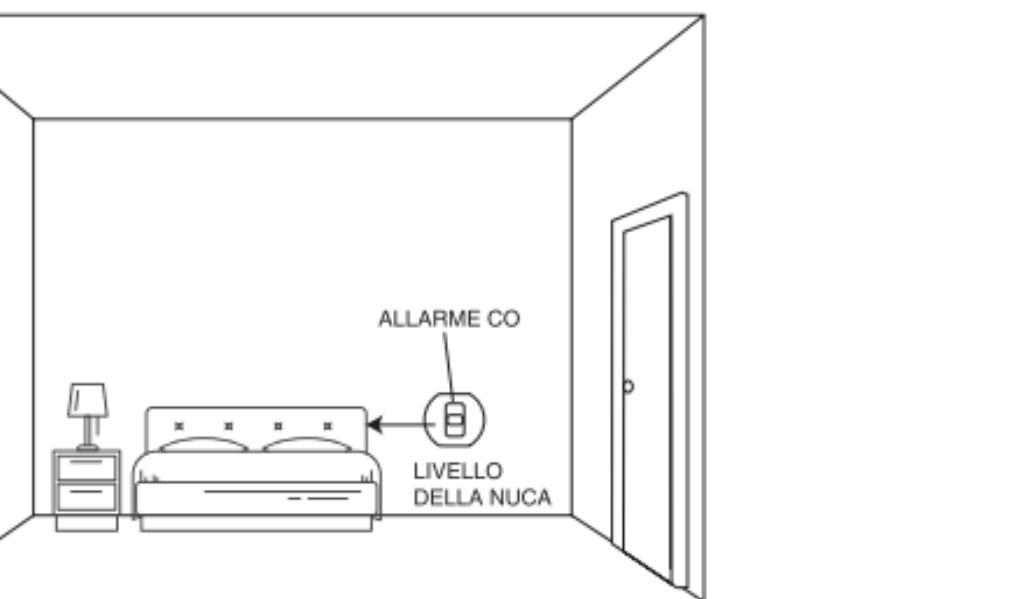

Figura 2: Installazione in una camera da letto o in un'altra stanza senza apparecchi a combustione (installati a livello della testa)
2. Se si installa il rilevatore di CO in una camera da letto o in una stanza senza un apparecchio a combustione (vedere Figura 2):